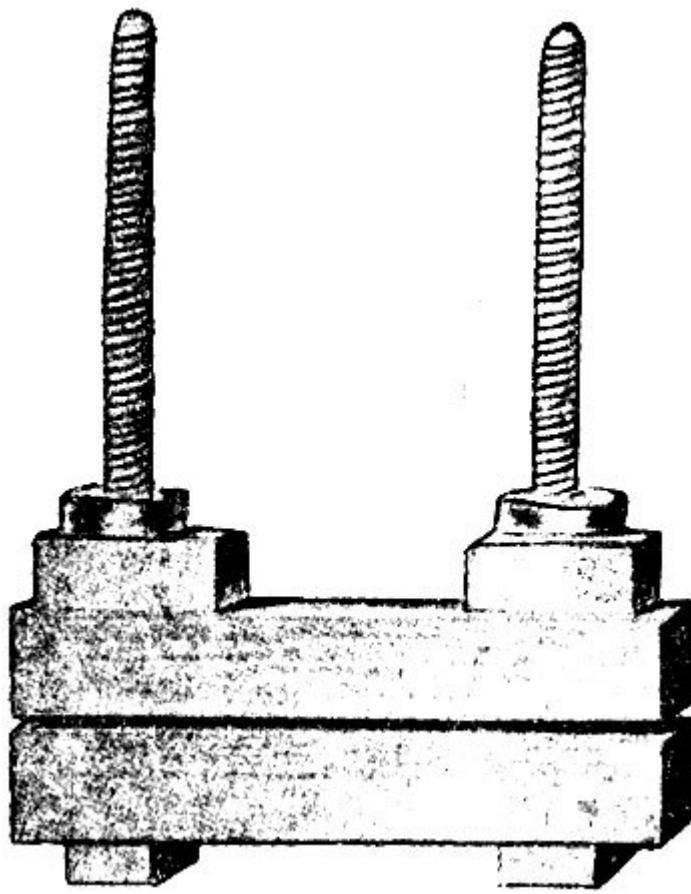

Рис. 67. Переплетные тиски (пресс)
1) Переплетные тиски (пресс). Состоят они из двух деревянных брусков с винтами и гайками (рис. 67). Оба бруска должны быть одинаковой длины, ширины и толщины, винты должны быть наглухо, точно под прямым углом прикреплены к нижнему бруску, верхний же бруск должен быть подвижным – свободно, но и не болтаясь передвигаться на винтах вверх или вниз. Для этого в нем проделаны две дыры, которыми он на эти винты и надевается. Гайки завинчиваются поверх верхнего бруска. Лучшим материалом для тисков является береза или липа, очень хорош также и дуб, но он тяжеловат.